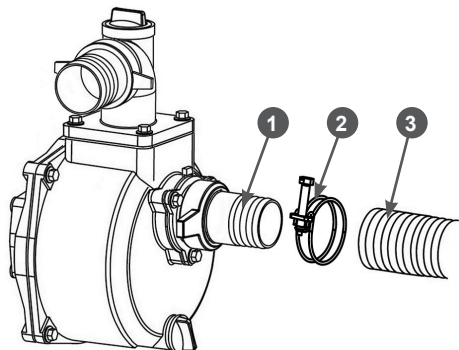

Рис. 12. Установка всасывающего рукава
3. Наденьте до упора всасывающий рукав 3 на патрубок 1 и зафиксируйте его хомутом 2 (Рис. 12).